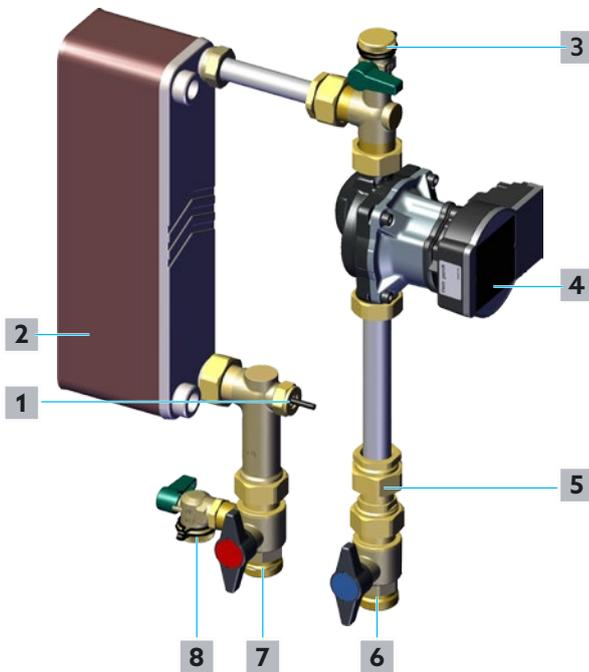

Fig. 18: Remplissage et purge du circuit ballon d'eau chaude
- 1** Ouvrir lentement le robinet d'arrêt à tournant sphérique - Aller circuit ballon d'eau chaude (position **7** sur la Fig. 18 en page 25 et position **2** sur la Fig. 2 en page 12).
- 2** Dévisser le capuchon de fermeture du robinet de vidange et de remplissage à tournant sphérique - Retour circuit ballon d'eau chaude (position **3** sur la Fig. 18 en page 25 et position **9** sur la Fig. 2 en page 12).
- 7** Ouvrir lentement le robinet d'arrêt à tournant sphérique - Retour circuit ballon d'eau chaude (position **6** sur la Fig. 18 en page 25 et position **9** sur la Fig. 2 en page 12).